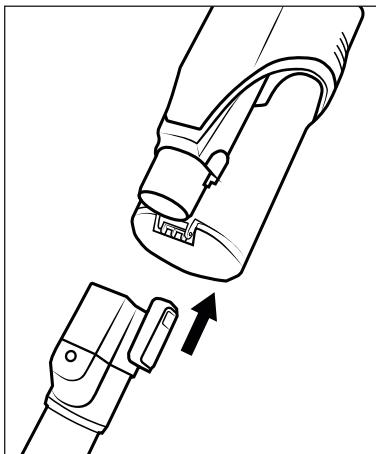

Fig. 1
- 1) Glissez le tube d'aspiration 24 sur l'appareil jusqu'à ce qu'il s'enclenche de manière audible avec un clic (voir fig. 1).